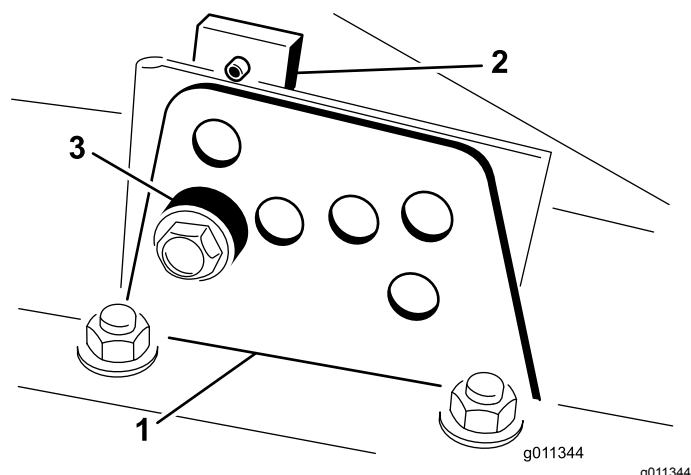

Figura 24
- Desaperte o parafuso que prende o suporte da altura de corte à placa da altura de corte (frente e de cada lado), conforme se mostra na Figura 24.
- Enquanto estiver suportar a câmara, retire o espaçador (Figura 24).